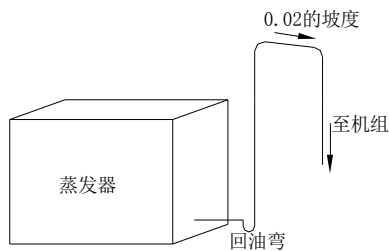

图 1
- 压缩机吸气管路应设不小于 0.02 的坡度，且必须使其坡向压缩机，用以确保停机时润滑油能自动流回压缩机中，工作时能连续地随制冷剂气体一起流回压缩机。（见图 1）